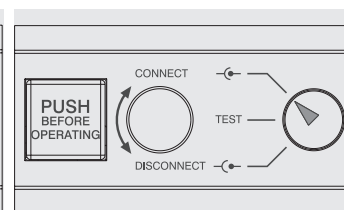

Figure 54
- disjoncteur en position d'embroché (voir Figure 54)